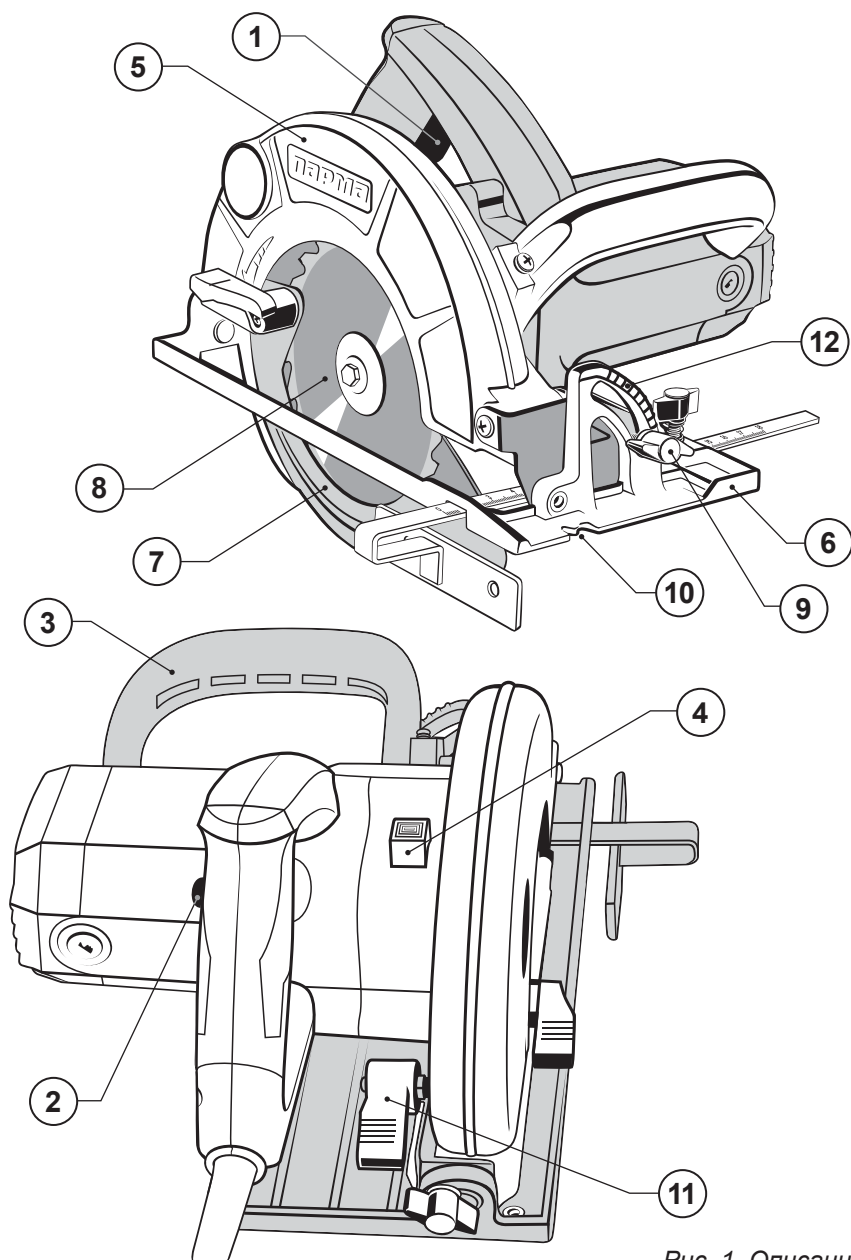

Рис. 1. Описание
3. УСТРОЙСТВО ЭЛЕКТРОПИЛЫ (рис. 1)
Для установки или замены пильного диска отведите и зафиксируйте кожух защитный 6 (рис. 2). Застопорите шпиндель фиксатором 8 (рис. 1), удерживая фиксатор, открутите ключом специальным болт крепления диска. Снимите прижимную шайбу. Установите или замените диск пильный на посадочное место фланца внутреннего. Убедитесь, что диск установлен правильно (направление передних плоскостей напек пильного диска должно совпадать с направлением стрелок на кожухах верхнем и нижнем). Установите прижимную шайбу и закрепите болтом при помощи ключа специального.
Для установки необходимой глубины пропила ослабьте рычаг 11 (рис.1), приподнимая или опуская электропилу относительно основания, установите необходимую глубину пропила. Надежно зафиксируйте это положение рычагом 11.